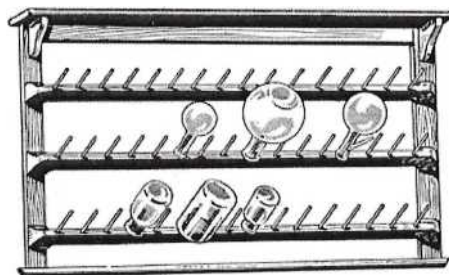

Рис. 12
1. При комнатной температуре, используя специальные деревянные стеллажи-сушилки с колышками (рис. 12).